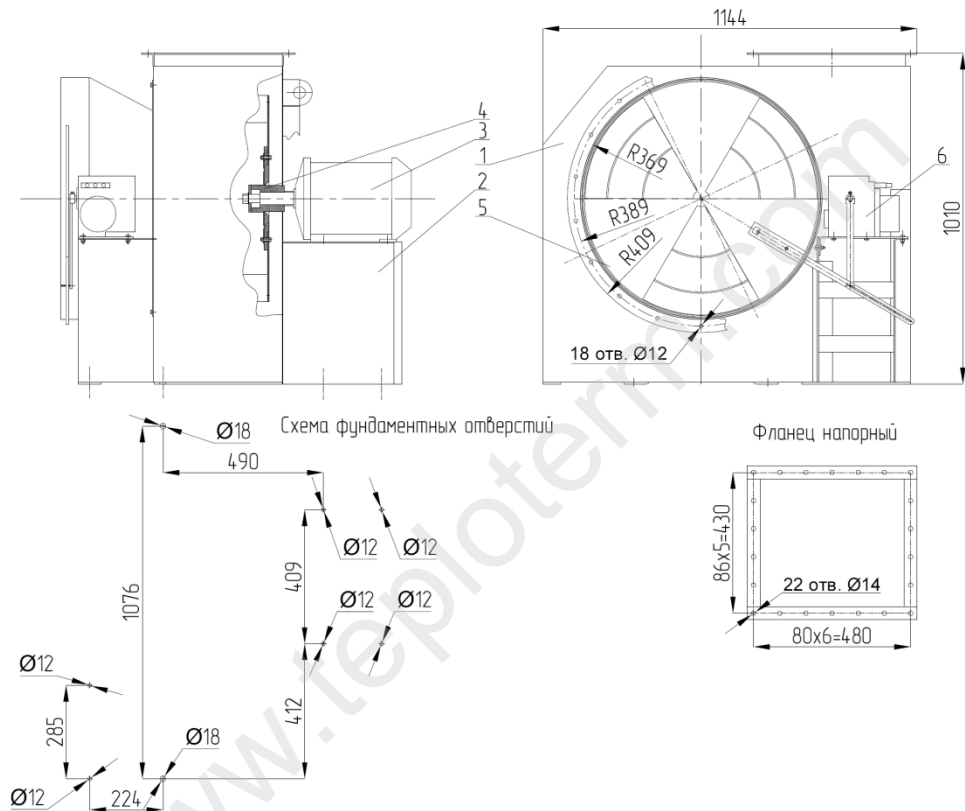

Рис. 4 – Вентилятор ВД-6,3 (1-корпус, 2-рама, 3-электродвигатель, 4-рабочее колесо, 5-аппарат шибера, 6- привод шибера.)
3.1 Вентилятор состоит из шести основных частей (рис. 4): корпуса, рамы, электродвигателя, рабочего колеса, шибера, привода шибера (по заказу).